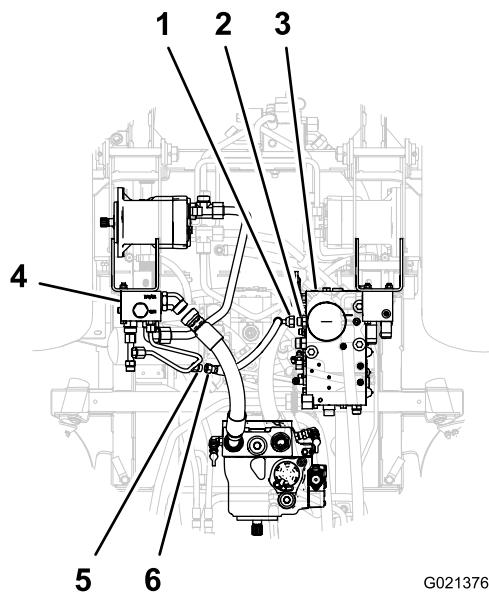

Bild 12
1. Flachten Sie das gerade Anschlussstück am Rücklaufschlauch mit dem Gewindeanschlussstück am Schlauchverteiler aus (Bild 12).
2. Fluchten Sie das 90°-Anschlussstück am Rücklaufschlauch mit dem Gewindeanschlussstück im Kombinationsverteiler aus (Bild 12).